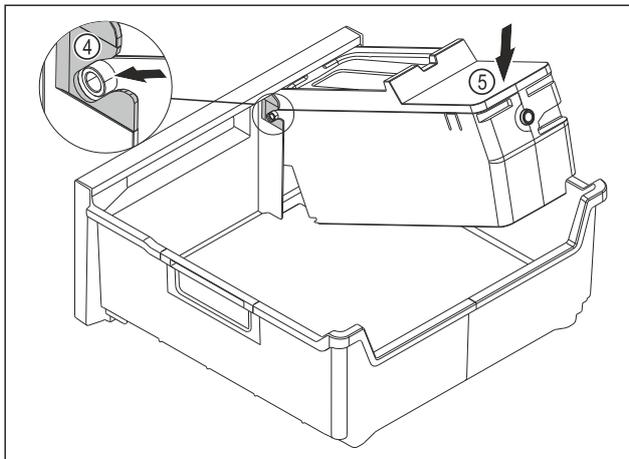

Fig. 83
- ▶ EasyTwist-Ice-Korpus montieren: Achsen des EasyTwist-Ice-Korpus in die Führungen Fig. 83 (4) einschieben.
- ▶ EasyTwist-Ice-Korpus Fig. 83 (5) hinten nach unten drücken.